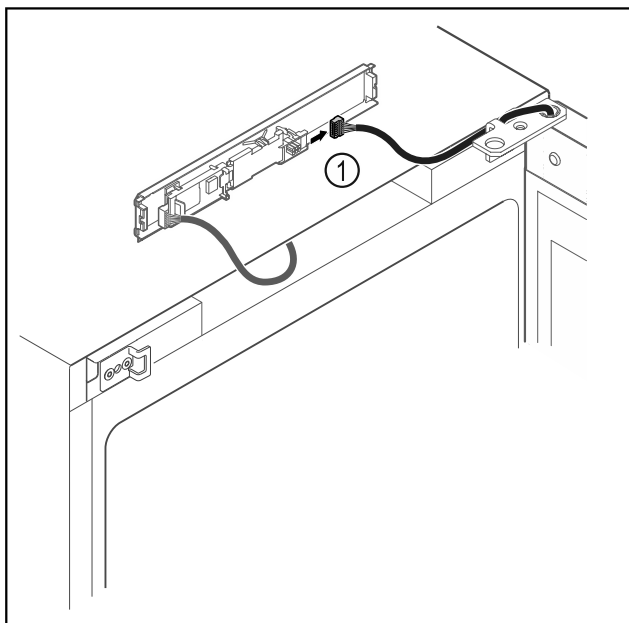

Fig. 17
- ▶ Húzza ki a dugót Fig. 17 (1) a NYÁK-ból.